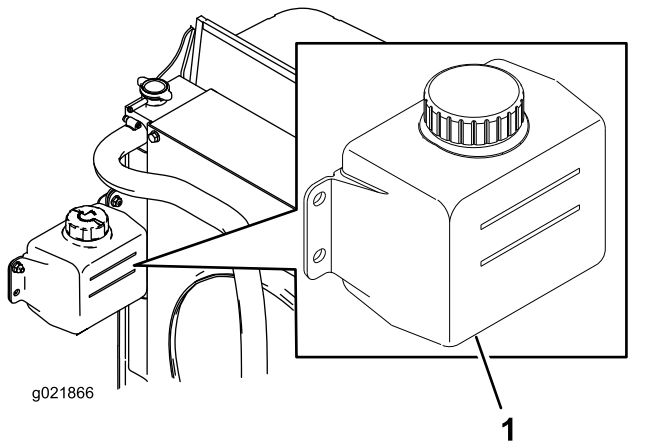

Figura 28
1. Verifique o nível de líquido de arrefecimento do depósito secundário (Figura 28).